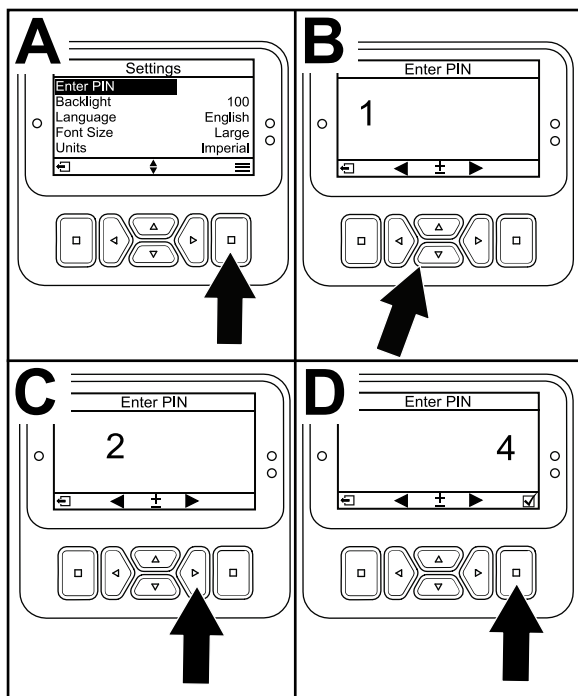

Bild 25
- Drücken Sie für die Eingabe des PIN-Codes die auf/ab Navigationstasten **Bild 25**, bis die erste korrekte Ziffer angezeigt wird; drücken Sie dann die rechte Navigationstaste **Bild 25**, um auf die nächste Ziffer (B und C) zu gehen. Wiederholen Sie diesen Schritt, bis Sie die letzte Ziffer eingegeben haben.